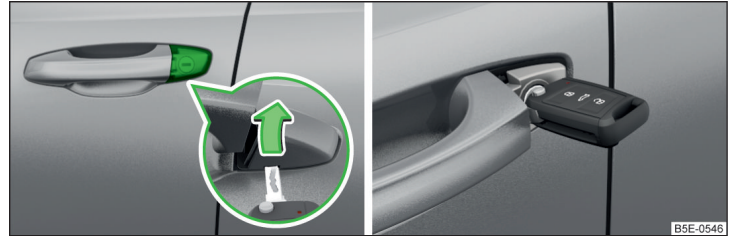

Abb. 348 Griff an der Fahrtür: Schlossabdeckung aufklappen / Schließzylinder mit Schlüssel
- › Den Schlüssel in die Aussparung an der Unterseite der Abdeckung einschieben und die Abdeckung in Pfeilrichtung aufklappen » Abb. 348.
- › Bei Fahrzeugen mit **Linkslenkung** den Schlüssel mit herausklappbarem Schlüsselbart **mit den Tasten nach oben gerichtet** » Abb. 348 in den Schließzylinder stecken und das Fahrzeug ent-/verriegeln.